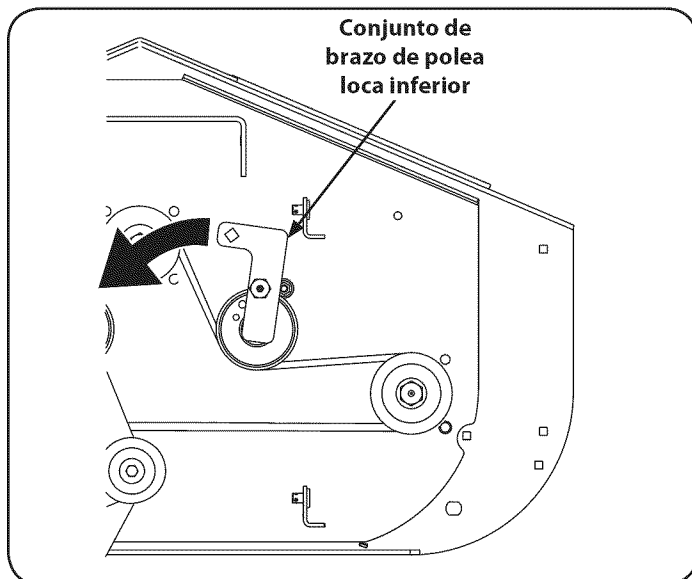

Figura 38
3. Con un trinquete o mango articulado de 3/8" inserte el extremo de transmisión en la abertura cuadrada de 3/8" del conjunto de brazo de polea loca inferior y empuje el brazo de polea loca en sentido contrario al de las agujas del reloj. Vea la Figura 38. Mientras sostiene el brazo de polea loca atrás, afloje la correa de la plataforma de la polea y deslice la correa para sacarla de la polea.